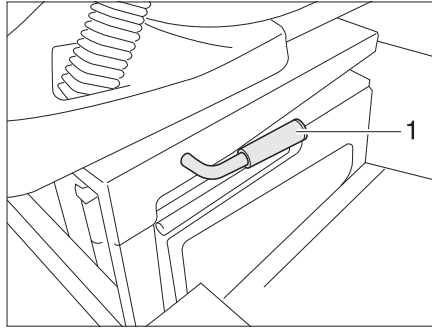

Fig. 13 Ajuste de la altura de asiento
- Tirar de la palanca (Fig. 13,1) hacia arriba.